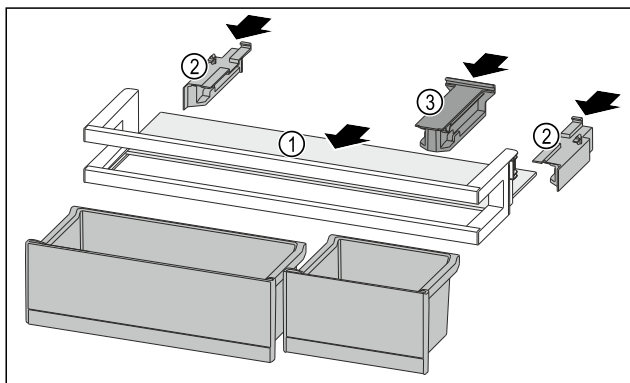

Fig. 215
- Inserire il ripiano Fig. 215 (1) negli incavi laterali.
- Inserire gli elementi laterali Fig. 215 (2).
- Inserire l'elemento di tenuta Fig. 215 (3).